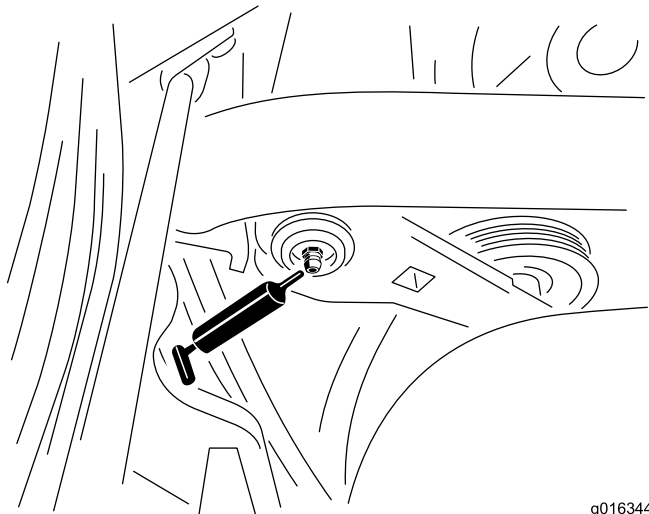

Figura 45
1. Limpe o copo de lubrificação para impedir a infiltração de resíduos nas bielas e buchas (Figura 45).